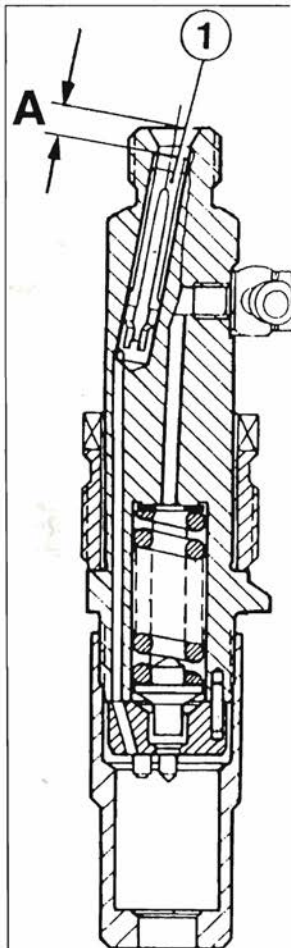

Рис. 1.66. Положение фильтра в корпусе форсунки
**Примечание:** может случиться, что даже после проведения контрольных и проверочных операций в работе автомобиля наблюдаются некоторые аномалии: недостаточная тяга, повышенный расход топлива, повышенное дымление на выхлопе, сопровождаемое стуком двигателя. В этом случае рекомендуется проверить положение фильтра в канале корпуса форсунки. Если расстояние А (см. рис. 1.66) не находится в пределах  $5 \pm 0,3$  мм, корпус форсунки следует заменить.